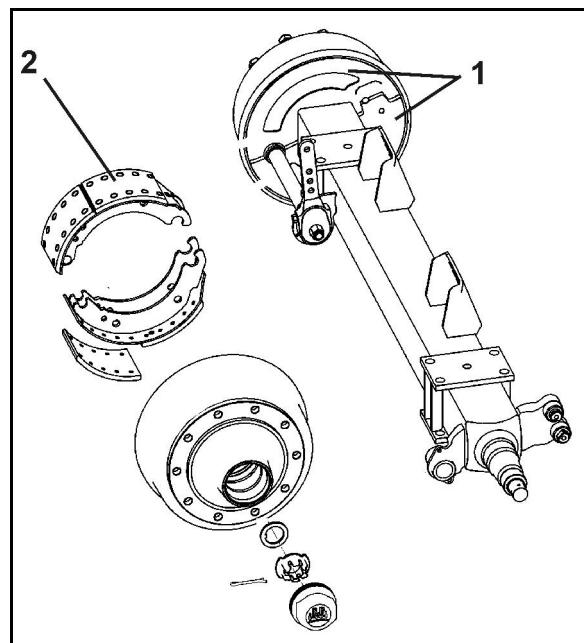

Fig. 138
1. Deșurubați ambele apărători (Fig. 138/1) de pe partea interioară a tamburului de frânare.
Murdăria pătrunsă se poate depune pe garniturile de frână (Fig. 138/2) diminuând considerabil performanțele la frânare.